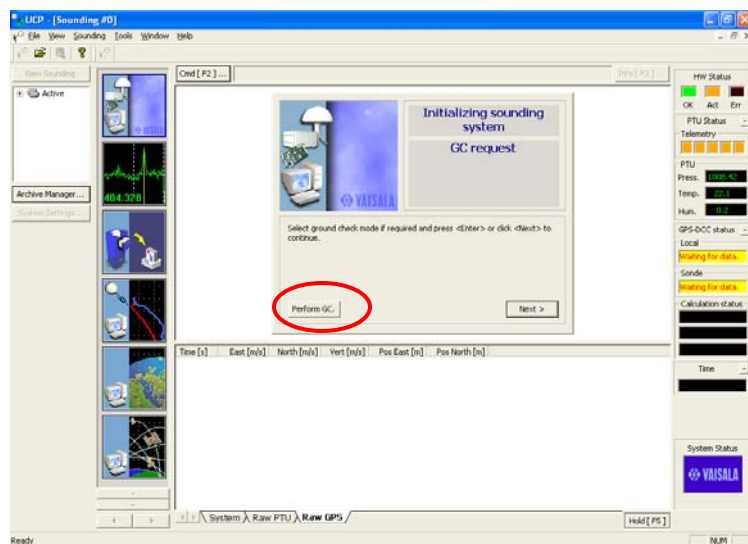

图 9
33. 当出现以下屏幕（图 9）时，点击“Perform GC”。